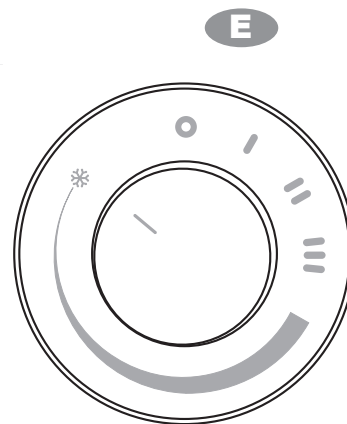

fig. 6
- Para activar la función ANTICONGELACIÓN, gire el mando de tal forma que la referencia "I" quede alineada con el símbolo "❄" del panel de mandos (Fig. 6).